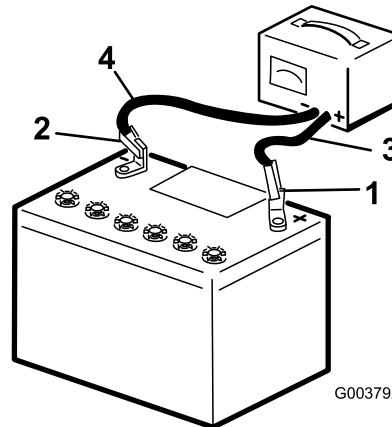

Figura 43
2. Caricate la batteria a 3–4 ampere per 4–8 ore (Figura 43). Non sovraccaricatela.
3. Quando la batteria è completamente carica, staccate il caricabatterie dalla presa elettrica e scollegate i cavi di ricarica dai poli della batteria (Figura 43).